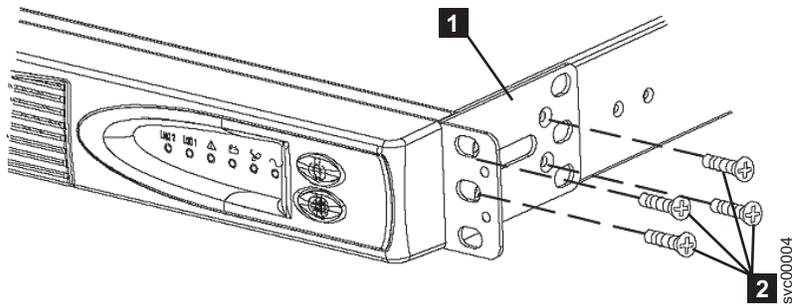

図29. 2145 UPS-1U への取り付けブラケットの取り付け
3. 2145 UPS-1U の両側で、同梱の M3 × 6 ねじ **2** を使用して、取り付けブラケット **1** の長いほうの端を 2145 UPS-1U に取り付けます。60 ページの図 29 を参照してください。